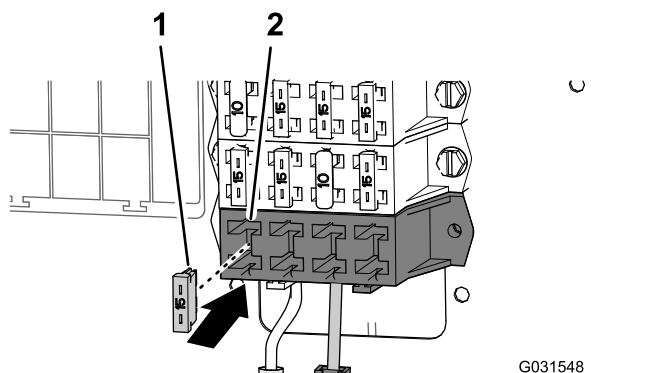

Figura 207
- Installate il fusibile da 15 A nella presa individuata nel portafusibili ausiliario (Figura 207).